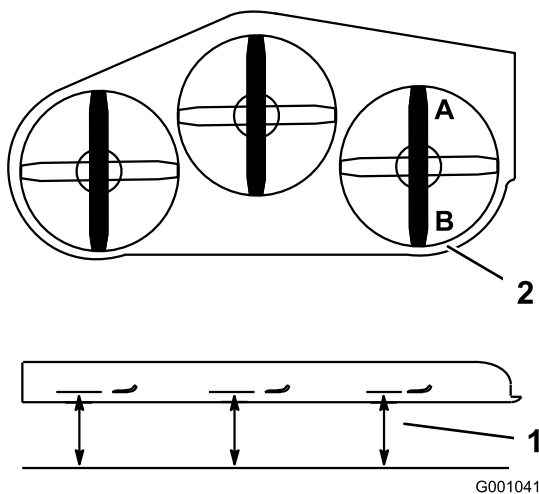

Figura 105
1. Disponete la lama **destra** in posizione longitudinale rispetto alla macchina (Figura 105).
2. Misurate la lama destra al punto **A** da una superficie piana fino al tagliente della punta della lama (Figura 105).
4. Misurate la lama destra al punto **B** da una superficie piana fino al tagliente della punta della lama (Figura 105).
6. La lama del tosaerba deve essere da 6 a 10 mm più bassa al punto **A** rispetto al punto **B** (Figura 105). In caso contrario eseguite la seguente operazione.